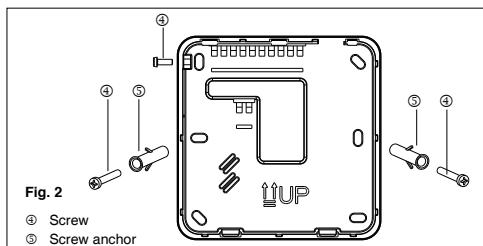
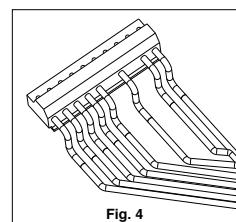

Fig. 2
Fig. 4
- Retire o parafuso de bloqueio no lado superior esquerdo para separar a unidade do controlo (Fig. 2). Fixe a unidade na parede e marque os orifícios para perfuração.
- Efectue as ligações nos conectores de controlo (Fig. 4).
- Fixe o comando de parede utilizando as buchas específicas ③.
- Fecho de novo o comando com a sua tampa por meio do parafusoremovido anteriormente (Fig. 2).